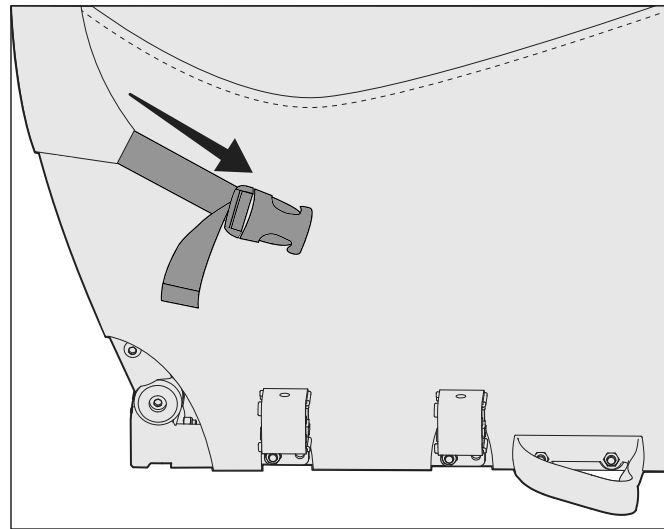

Abbildung 10
1. Die beiden vorderen Ecken der Abdeckung an den Seiten des Anhängers festschnallen. (Abbildung 10)